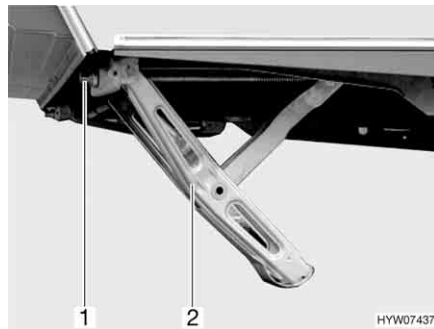

Fig. 23 Piedino di stazionamento a manovella abbassato
- Inserire la manovella in dotazione di serie nell'esagonale (Fig. 23,1) del piedino di stazionamento a manovella (Fig. 23,2).